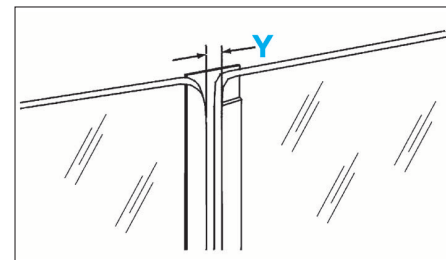

FIG. 60
- Vérifier que la cote Y = 4 mm (Fig.60).